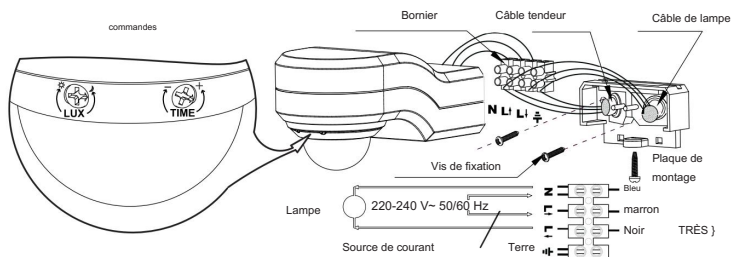

Figure 2
INSTALLATION (voir aussi fig.2) IMPORTANT:
8. Connectez le câble secteur et le câble de la lampe au bornier (voir figure. 2).
COMPRENDRE LES COMMANDES (voir fig.2)**RÉGLAGE DE LA DURÉE D'ÉCLAIRAGE** : La durée pendant